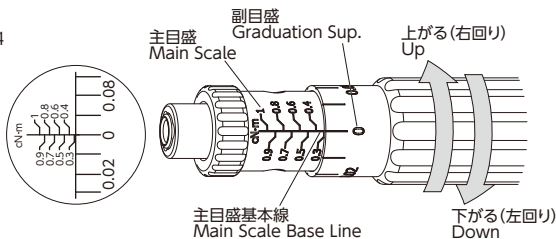
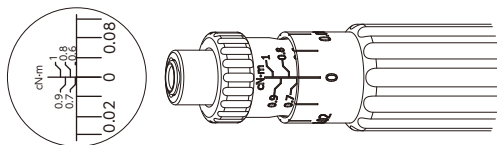

図 5 Fig.5
図 6 Fig.6
- ② $0.7\text{cN}\cdot\text{m}$ の時 (図 5)、右回りで副目盛を 0 から 0.02 へ回転させると、 $0.72\text{cN}\cdot\text{m}$ となります。(図 6)
2. From the setting of $0.7\text{cN}\cdot\text{m}$ (Fig. 5), turning the minor scale clockwise to the scale marking of 0.02 sets $0.72\text{cN}\cdot\text{m}$ (Fig. 6).